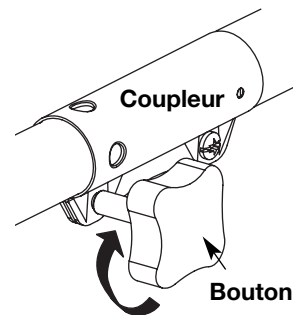

Fig. 22
4. Serrez le bouton en le tournant à droite (Fig. 22).